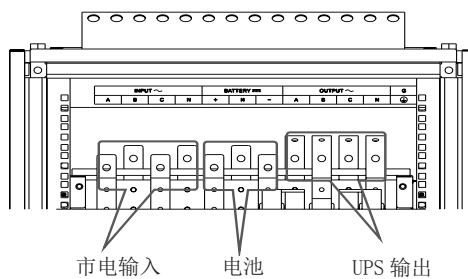

图 5-7
- 2) 将 UPS 输入、输出配线和电池配线穿过顶部出线盖板上的出线胶圈按标识在正面方向接到对应的铜条上（铜条上的标识如图 5-7）。